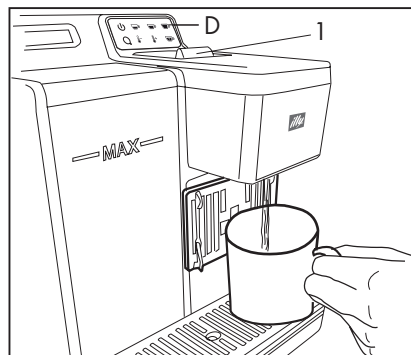

Fig. 13
- premere il tasto (D). (Fig.13)
lo sportello capsula (1) non va aperto prima di avviare il ciclo di lavaggio. (Fig.13)